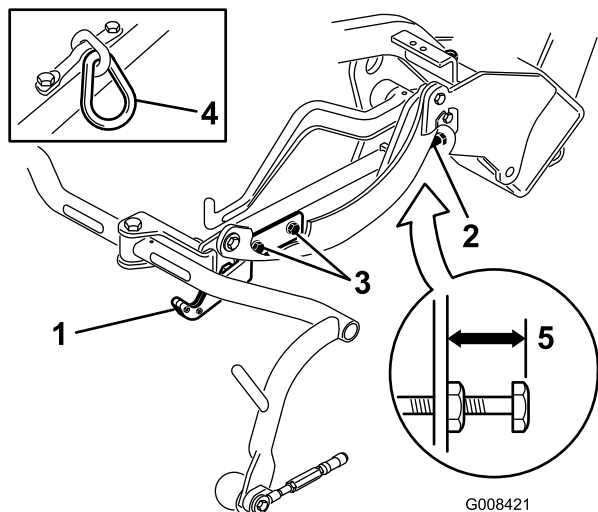
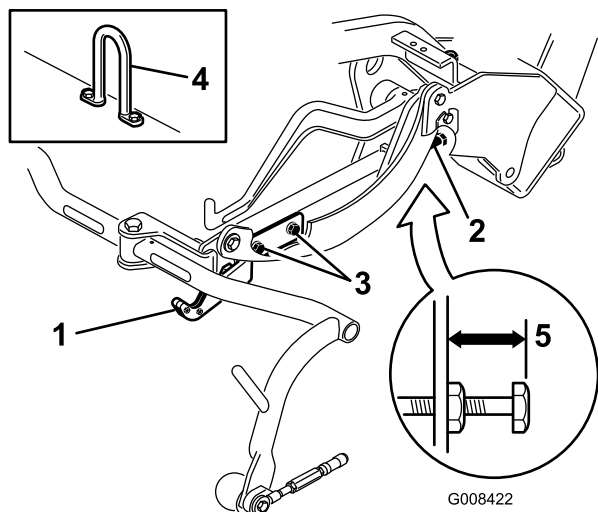
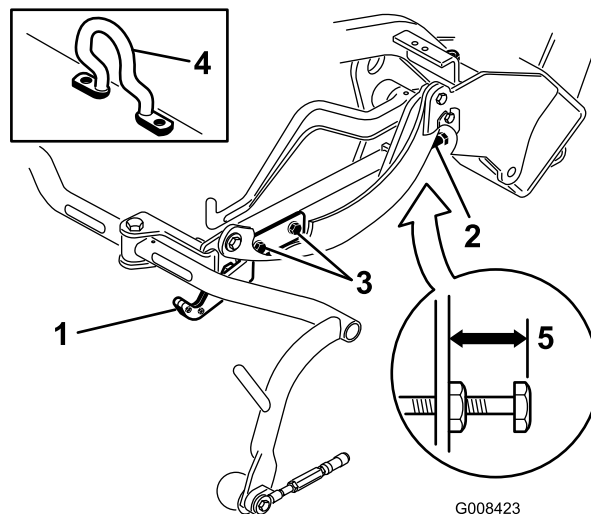

図 19
図 20
図 21
移動走行時の高さ (図 19 と 図 20) を点検し、必要に応じて調整します。
2. チェーン・リンクまたはストレート型の昇降フック（図 19 と 図 20, 挿入図）のついているカッティングユニットでは、キャリア・フレーム調整ねじの上面からキャリア・フレームの背面までの距離が 22 mm になっていることを確認する。この距離が 22 mm になっていない場合は手順 4 へ進む。オフセット・リフト・リンク（図 21）のついているカッティングユニットの場合は、次のステップに進む。
- 移動走行プレート取り付けねじをゆるめる（図 19 と 図 20 と 図 21）。
- キャリア・フレームの高さがそろっていない場合は、キャリア・フレーム調整ねじの上についているジャムナットをゆるめる（図 19 と 図 20 と 図 21）。高くするにはねじを外方向にまわし、低くするには内方向にまわす。調整ができればジャムナットを締めて調整を固定する。
- オフセット・リフト・リンク（図 21）のついているカッティングユニットでは、キャ